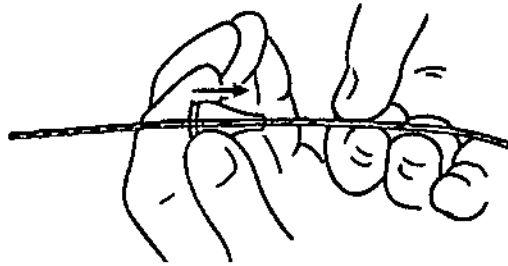

FIGURA 18
2. Deslice el extremo de la derivación a través del protector contra tirones del conector individual, con cuidado de no doblar en exceso la derivación (consulte la Figura 18